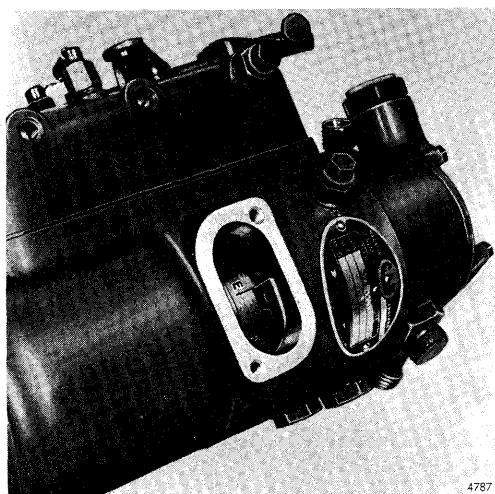

Fig. 28.
5. Ved denne indstilling skal pumperotorens E-mærke (stregen) flugte med ringens skarpkantede ende - fig. 28.